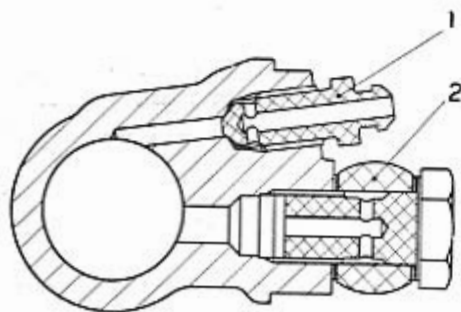

Fig. 298 - Coupe transversale sur un cylindre de commande des mâchoires.
3) Dévisser de quelques tours la vis de purge (1, fig. 298) et actionner rapidement la pédale des